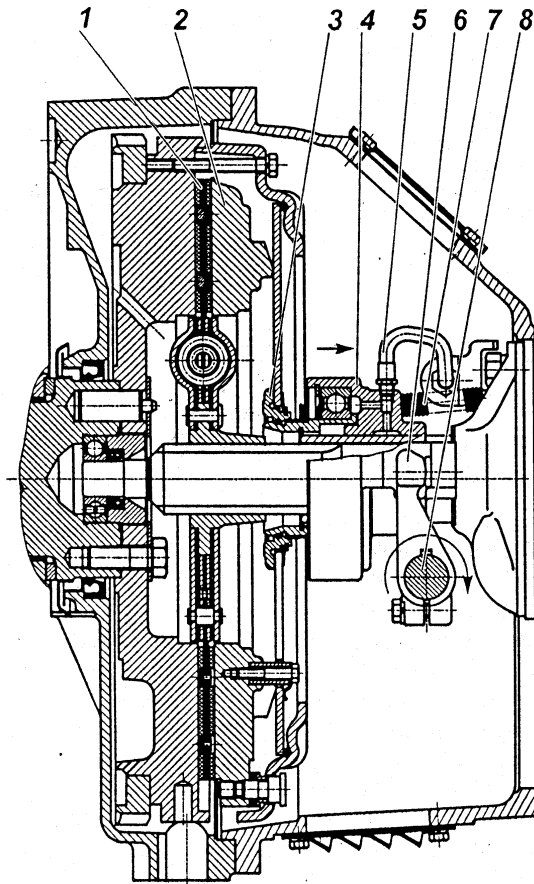
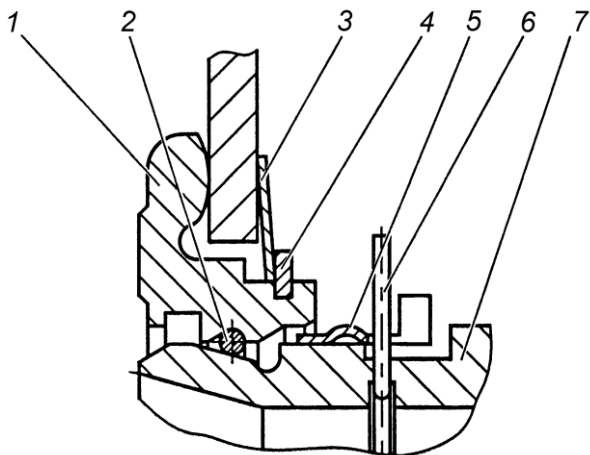

Рис. 106. Сцепление модели ЯМЗ-182:
Рис. 108. Запорное устройство:
Диафрагменное сцепление модели 182 (рис. 106) состоит из ведущих и ведомых частей, а также деталей механизма выключения сцепления, устанавливаемых в картер сцепления.
Механизм выключения сцепления состоит из муфты 4 (рис. 106) с подшипником, вилки 6 и валика 8. Муфта соединена через упорное кольцо 3 с диафрагменной пружиной с помощью запорного устройства.
Оттяжная пружина 7 (рис.106) исключает проворот и осевые перемещения втулки 7 (рис. 108) относительно упорного кольца 1 (рис. 108). По мере износа фрикционных накладок муфта выключения сцепления 4 (рис. 106) перемещается вместе с пружиной в сторону маховика, при этом конструкция привода выключения сцепления автомобиля или другого транспортного средства обеспечивает поворот вилки 6 (рис. 106) по часовой стрелке после выбора зазора между лапками вилки и муфтой за счет периодической регулировки привода или постепенный поворот за счет конструкции гидропривода.
Конструкция запорного устройства показана на рис.108. Она включает в себя упорное кольцо 1, втулку подшипника муфты 7 с фасонной канавкой, пружинное кольцо 2 круглого сечения, а также замковое кольцо 5. Упорное кольцо 1 устанавливается на диафрагменную пружину при сборке нажимного диска с кожухом и удерживается за счет пружинной шайбы 3 и стопорного кольца 4. На рисунке муфта заперта (соединена) с упорным кольцом. Внутри втулки подшипника муфты 7 установлено предохранительное кольцо 6, имеющее снаружи выступающий ус, препятствующий случайному рассоединению муфты выключения сцепления и упорного кольца 1.
Выключение сцепления обеспечивается поворотом вала по часовой стрелке. Допустимое направление перемещения муфты и поворота вала для выключения сцепления показано на рис. 106 стрелками. Перемещение муфты и поворот вала в обратном направлении не допустимо.
- 5 С помощью специальной оправки сцентрировать кольцо 3 (рис. 106) относительно оси коленчатого вала двигателя.
- 2 Убедиться что муфта выключения сцепления отведена до упора в крышку подшипника первичного вала коробки передач пружиной 7 рис. 106.
Проверка качества установки сцепления (отсутствие "ведения", контроль величины крутящего момента на валу вилки) осуществляется на неработающем двигателе. Для этого необходимо повернуть вал вилки на угол  $9^{\circ}30' \dots 11^{\circ}$  по часовой стрелке, что соответствует перемещению муфты на 11...13 мм от двигателя. При этом выходной вал коробки передач, при включенной передаче, должен вращаться при приложении крутящего момента не более 5 Н·м (0,5 кгс·м). Поворот вала вилки выключения сцепления по часовой стрелке показан на рис. 106.
- 4 Совместить полукруглый паз на муфте выключения сцепления в передней ее части с выступающим усом предохранительного кольца 6 (рис. 108) и, утопив его каким-либо предметом, удерживать в утопленном положении через центральное отверстие муфты выключения сцепления.